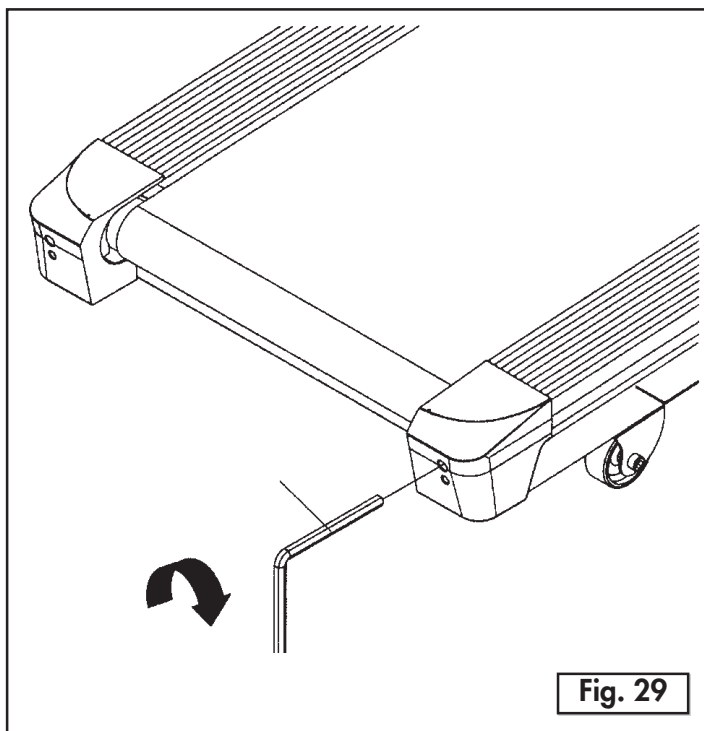

Fig. 29
- Se il nastro scorrevole tende ad andare, durante il rotolamento, verso destra è necessario intervenire sulla vite di regolazione destra (Fig. 29), girando in senso orario un quarto di giro per volta.